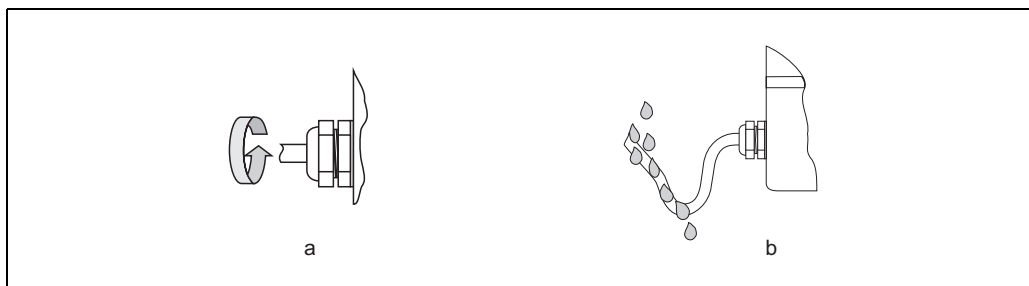

Fig. 26: Istruzioni d'installazione, ingressi cavi
- Gli ingressi cavo devono essere saldamente serrati (**a** → Fig. 26).
- Il cavo deve avere un'ansa vero il basso prima dell'ingresso cavo ("trappola per l'acqua") (**b** → Fig. 26).